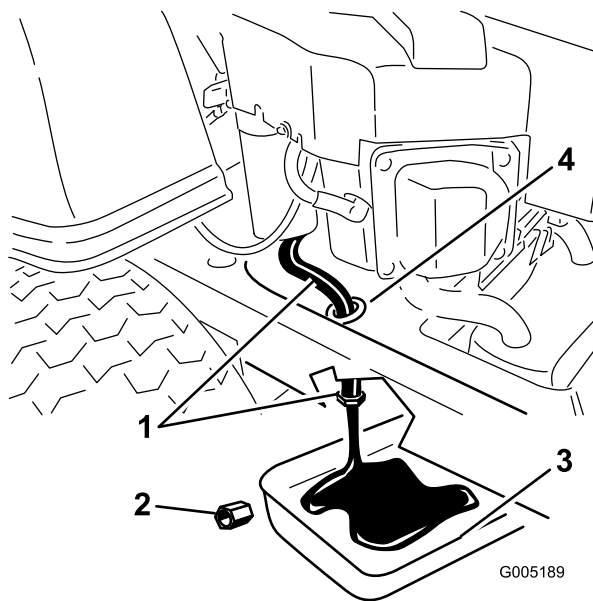

Figura 27
5. Localice el filtro de aceite situado en el lado izquierda del motor. El tapón de vaciado está sujeto al tubo de vaciado pasando por un orificio en el bastidor de la máquina Figura 27 Limpie la zona alrededor del tapón de vaciado del aceite y del tubo de vaciado de aceite.
6. Coloque un recipiente debajo del tubo de vaciado de aceite según se muestra en Figura 27
7. Utilizando dos llaves (una para mantener el tubo de vaciado del aceite y otra para aflojar el tapón) retire el tapón de vaciado de aceite (Figura 27).
13. Cuando se haya drenado completamente el aceite, coloque el tapón de vaciado. Apriete el tapón a un par de 14 N-m (125 pulgadas-libra). Limpie cualquier exceso de aceite Figura 27.